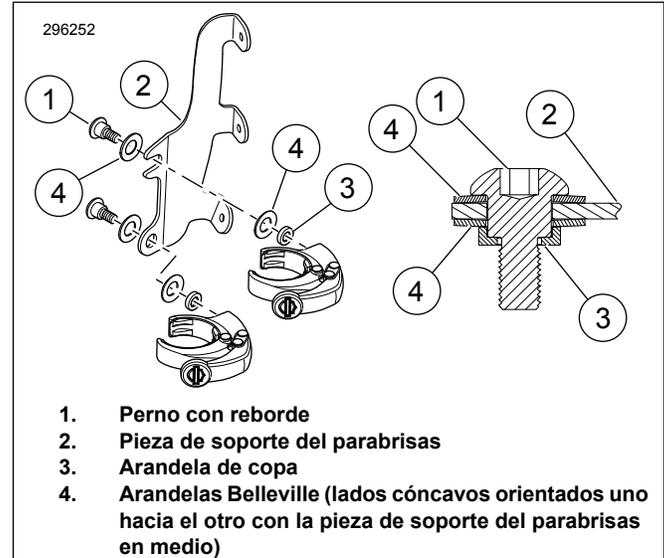

Figura 1. Abrazadera de montaje del parabrisas
2. Ver Figura 1 . Sin apretar, instale los conjuntos de abrazaderas en las piezas de soporte del soporte del parabrisas (2). Asegurar con el perno hexagonal (1), las arandelas de platillo (4) y la arandela de copa (3) como se muestra.